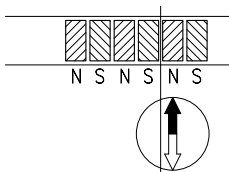

Abb. 8: Ermittlung der Polarität. Trennung des Magnetbandes.
- Wenn erforderlich mit Kompassnadel kontrollieren, wo sich die Pole am Magnetband befinden (Abb. 8).
- Vor dem Ansetzen die Polarität überprüfen. Die beiden Enden müssen sich anziehen (ggfs. Kompassnadel benutzen). Falls gleiche Polarität, ein Band um einen halben Polabstand kürzen (Abb. 8).